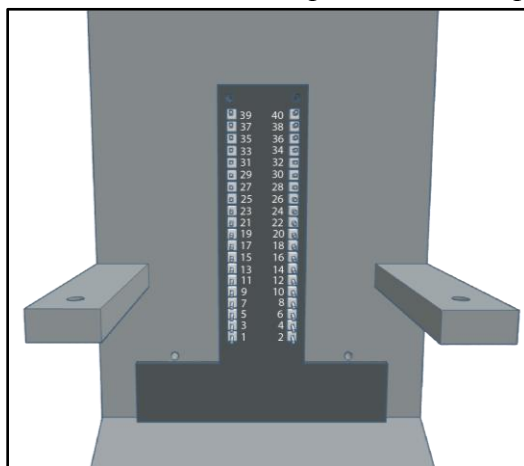
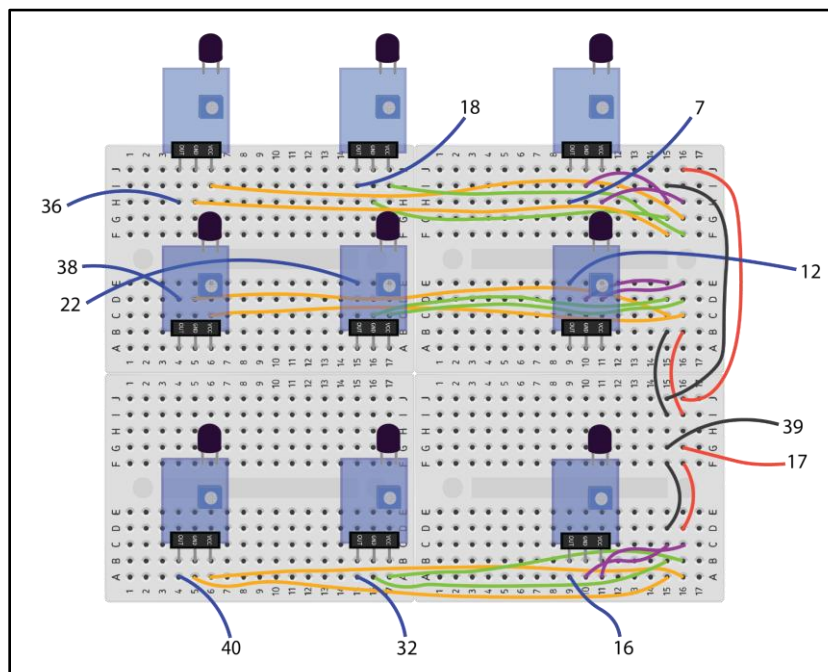

Рисунок 11. Установка GPIO адаптера РетнаБокс.
Рисунок 15. Логика подключения фотодиодов к плате GPIO.
РетнаБокс включает в себя интерфейс GPIO для простого подключения РетнаБокс к Raspberry Pi с помощью одного кабеля. Закрепите плату интерфейса GPIO в соответствующем отверстии в Р1 и закрепите её четырьмя 6-миллиметровыми винтами М2 (Рис. 11). *Следующие шаги выполняются одновременно со сборкой корпуса.
- б. Подключите выходной контакт каждого фотодиода к GPIO с помощью разъёмов DuPont типа «мама-папа», следуя инструкциям по подключению, приведённым ниже (**Рис. 15**). Каждое число на **Рис. 15** соответствует контакту GPIO (**Рис. 11 и 12**).